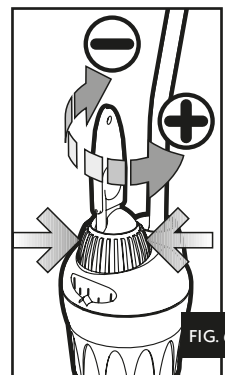

FIG. 6
- Tenir le bouton de réglage principal (bleu) avec une main pour éviter à l'échelle de se déplacer de celle-là déjà fixée sur le point de repère et tourner le bouton de post-calibrage (orange) vers + si la valeur de la température que vous avez mesurée est plus basse de celle-là indiquée en correspondance du point de repère, ou vers - en cas la température mesurée est supérieure à celle indiquée par le point de repère (fig. 6). Le bouton de post-étalonnage peut être réglé sur 6 diverses positions, 3 vers le + et 3 vers le -. Chaque position correspond à peu près à 1°C. Si on a réglé le chauffe-eau sur une température de 24° et on mesure 22°C, il suffit de tourner le bouton de post-étalonnage 2 positions vers +.
- d. houd de blauwe draaieregelaar vast op de ingestelde waarde en draai de oranje draaiknop ten op of - afhankelijk van het gemeten temperatuur (afb. 6). In elk richting (+ en -) kan maximaal tot 3 graden worden afge. In elk richting (+ en -) kan maximaal tot 3 graden worden aangepast. Dat kan in drie stappen van elk 1 graad Celsius. Er is een voelbare click bij het bereiken van elk stap. Is het thermostaat bij voorbeeld ingesteld op 24 graden en er worden maar 22 graden gemeten houd u de blauwe regelaar op 24 graden vast, terwijl u de oranje draaiknop om 2 posities teug + draait. Een ijken kan alleen binnen een band van zes graden gebeuren, 3°C naar + en 3°C naar -. PROBEER ER NOOIT VERDER DAN DREI STAPPEN IN EEN RICHTING TE DRAAIEN!
- d. Mantenga el botón de regulación principal (azul) con una mano para evitar que a la escala que se desplace de la ya fijada en el punto que marca y girar el botón de post calibración (naranja) hacia + si el valor de la temperatura que ha medido es más baja que la que se indica en el punto de referencia, o hacia - en el caso en que la temperatura obtenida sea superior a la indicada en el punto de referencia (fig. 6). El botón post-calibración se puede regular sobre 6 posiciones diferentes, 3 hacia el + y 3 hacia el -. Cada posición corresponde más o menos a 1°C. Si el termocalentador se ha regulado sobre una temperatura de 24° y se ha obtenido una temperatura de 22°C, basta con girar el botón de post-calibración 2 posiciones hacia +.